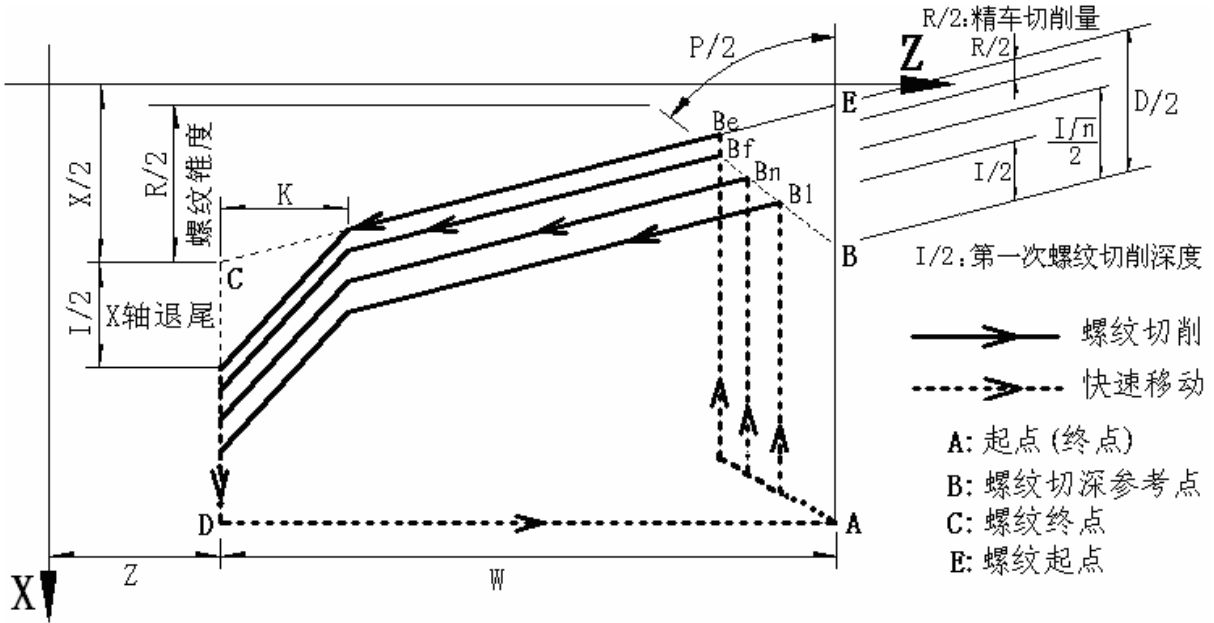

图 4-47
该指令的各项字段的含义、数据范围与 G92 相同。如图 4-47 所示：
**【指令①说明】**
- 1) 系统执行该指令时, 会自动将 P、L、R、Q 四个字段的数值装入各自对应的参数中, 因为在执行指令②时要用到这几个参数项。
- 2) 执行该指令时, D、I 被记忆到系统内部, 在执行 G76② 时会用到。
- 3) 程序中必须先执行一条 G76①, 才能执行一条或多条 G76②, 否则会由于缺少必要的信息而报警。
- 4) P、L、R、Q 可以全部省略, 当省略时, 执行 G76② 将按参数 P336、P337、P338、P339 设定值运行; 但 D、I 不能省略。
**相关定义:** (如图 4-47 所示)